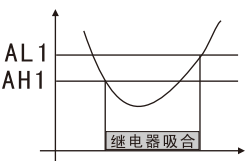

图2
- c) 设定AH1<AL1，当测量值 $\leq$ AH1时，继电器吸合；当测量值 $\geq$ AL1时继电器释放。继电器动作情况见图2，常用于下限报警。